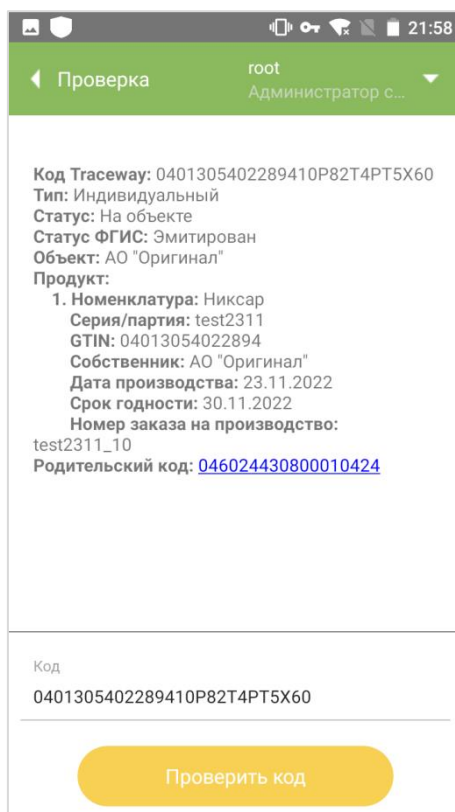
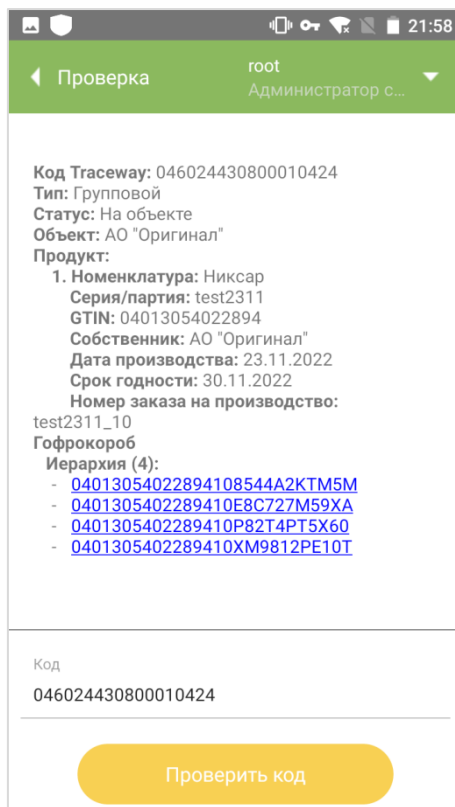

Рисунок 14.2
Рисунок 14.3
2. Отсканировать или ввести вручную индивидуальный или групповой код проверяемой упаковки, на экране отобразится информация по коду (Рисунок 14.2, Рисунок 14.3).